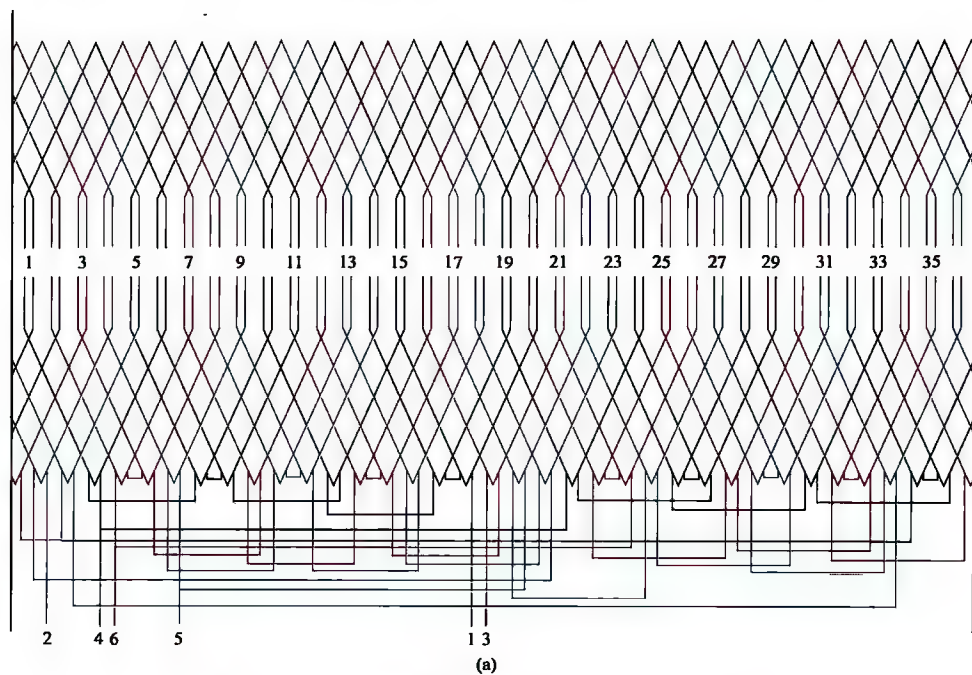

图 2-25 36 槽 8/6 极、Y/2Y 接法绕组 (一)
25. 36 槽 8/6 极、Y/2Y 接法绕组展开图、接线圆图与接线简图 (见图 2-25)